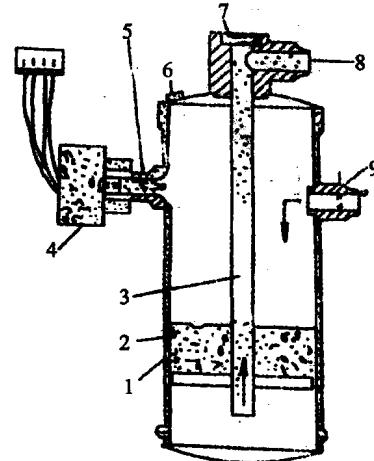

图 1-3 干燥罐上检视窗
2) 观察检视窗 通过观察干燥罐的检视窗 A 和检视窗 B (图 1-3) 可检查干燥罐的温度和制冷剂的情况。